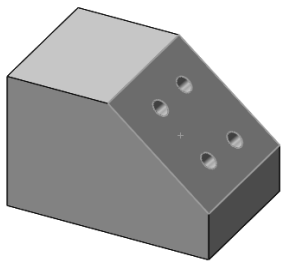

图 8-23 选择斜面为前视
- [7] 在操控板的“第一方向”下, 选择一视向为前视, 选择斜面为前视, 如图 8-23 所示。